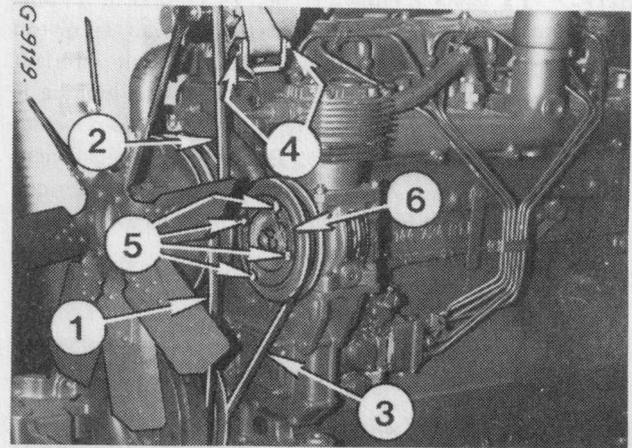

Figure 73
Vérifiez la tension de la courroie à chaque période indiquée dans le «Guide d'Entretien Périodique». Elle est réglée correctement lorsque en appuyant sans effort avec le pouce sur la courroie, on obtient un fléchissement de 15 mm environ au point 1, fig. 73.
- Desserrez les vis (2 et 3) fig. 73 et le boulon de blocage (3).
- Desserrez le contre-écrou (5).
- Vissez ou dévissez l'écrou de réglage (6) sur le bras de tension (4) jusqu'à obtention de la tension correcte.
- Resserrez successivement et dans l'ordre, le contre-écrou (5), la vis (3) et la vis (2).
Les courroies d'alternateur et de compresseur (2 et 3, fig. 73) sont réglées correctement lorsque en appuyant sans effort avec le pouce on obtient un fléchissement d'environ 15 mm.
COURROIE D'ALTERNATEUR (2), Fig. 73
COURROIE DE COMPRESSEUR (3), Fig. 73